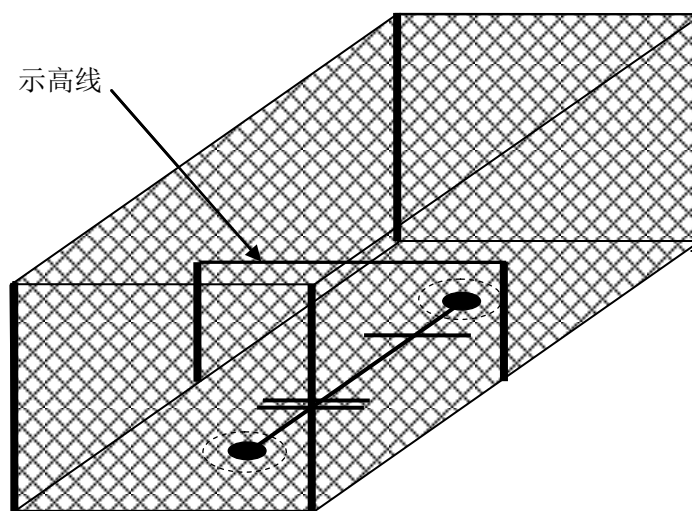

图 3 飞行区域安全网示意图
11. 为保证安全，可沿飞行区域四周架设安全网（长 500cm，宽 300cm，高 200cm），顶部无需架设。若安全网采用排球网、羽毛球网时可由顶向下悬挂不必触地，不得影响视线。安装示意图如图 3 所示。